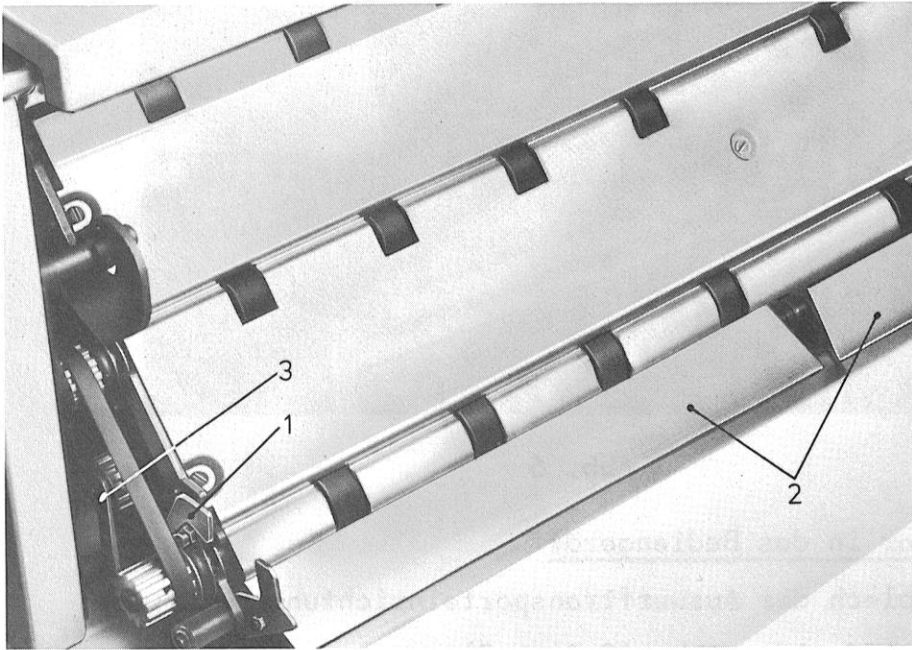

Abb. 7
- 1.2 Auswerfandruckeinrichtung aushängen Abb. 7 Pos. 1 (auch an der rechten Seite Verriegelung lösen).
- 1.3 Linke und rechte Weiche aushängen. Abb. 7 Pos. 2
- 1.4 Auswurftransporteinrichtung schwenken (Verriegelung auf der linken und rechten Seite Abb. 7 Pos. 3 lösen).